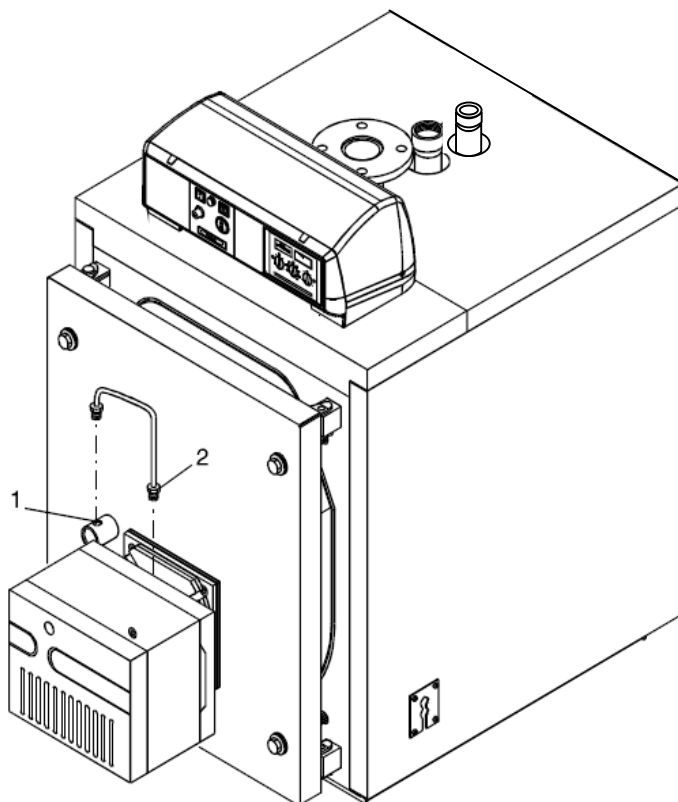

Рисунок 1 - Охлаждение смотрового окна
5.1. Котел представляет собой горизонтально расположенную цилиндрическую сборно - сварную конструкцию (рис.1), состоящую из корпуса (1) с топкой, дверцы топки (2), короба дымовых газов (3), теплоизоляции (5) и декоративной облицовки. На верхней образующей корпуса расположен патрубок отвода воды из котла (6), в нижней части которого находится закладная деталь с внутренней резьбой $\frac{1}{2}$ " с вкрученной гильзой для датчика температуры пульта управления котла. В нижней части корпуса находится патрубок подвода воды к котлу (7). Патрубки подвода и отвода воды заканчиваются фланцами. Для слива воды из котла в патрубке подвода воды к котлу имеется дренажный патрубок (13) с внутренней резьбой на конце 1".